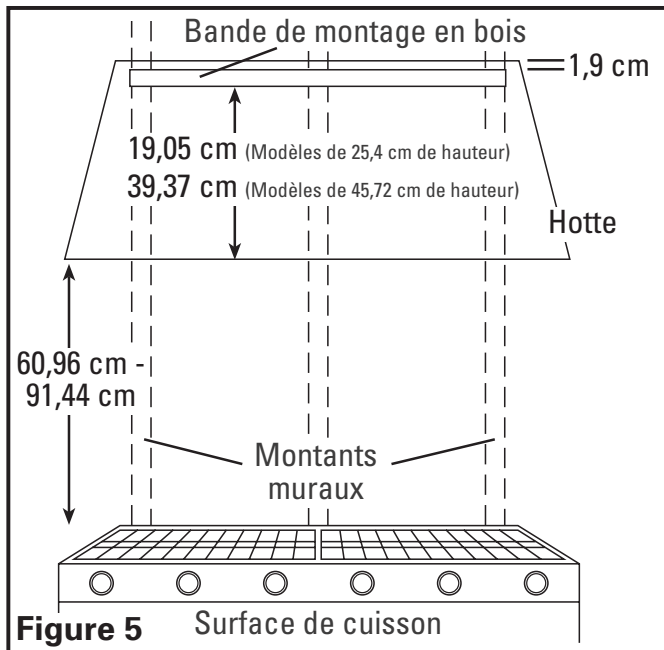

Figure 5
1. Mesurer et marquer une ligne de niveau sur le mur au-dessus de la surface de cuisson pour la bande de montage en bois comprise. La hauteur de la bande de montage dépendra de votre installation spécifique et doit être à 1,9 cm en dessous de la hauteur du haut du couvert de la hotte (Figure 5).